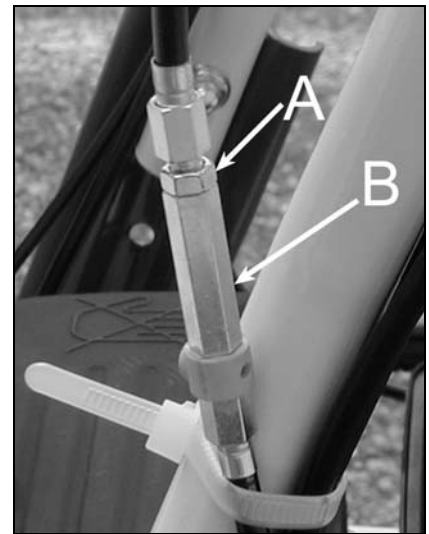

Figura 24
1. Allentare il controdado (A, figura 24) sul registro a vite del cavo della frizione interessata.
2. Ruotare il dado di registro per regolare la tensione del cavo (B, figura 24).